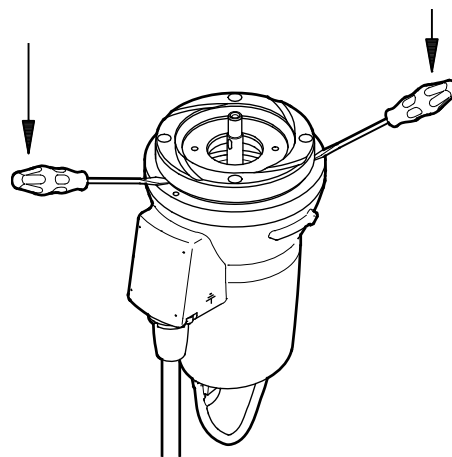

Рис. 10 Демонтаж масляной камеры
2. Выверните четыре болта (188а) из масляной камеры (155).
3. С помощью отвёрток (E) удалите масляную камеру (155) из корпуса статора (55). Если соединение тугое, корпус масляной камеры можно снять, аккуратно постукивая по отвёрткам пластмассовым молотком (K). См. рис. 10.